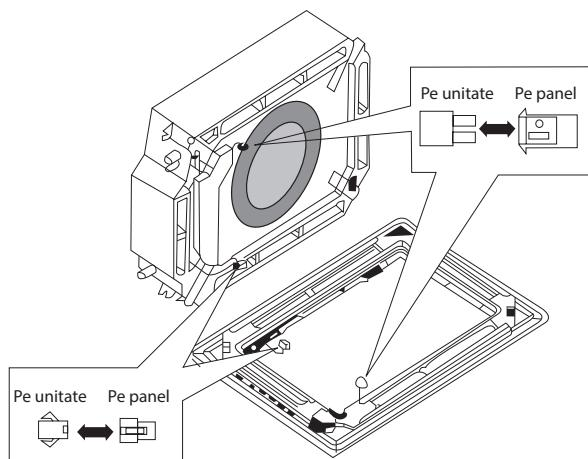

Fig.37
(4). Conectați motorul aşa cum se prezintă în Fig. 37.